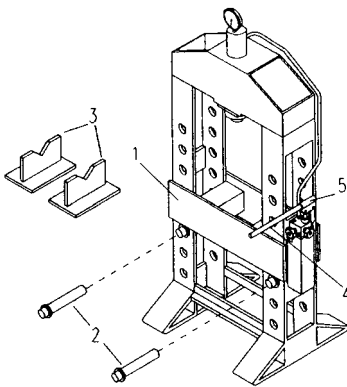

Bild 4: Darstellung der Presse
- Die Arbeitsplatte der Presse (**Pos. 1, Bild 4**) auf die gewünschte Höhe bringen, dabei erst eine Seite heben und einen der Bolzen (**Pos. 2, Bild 4**) in das gewünschte Loch des Pressenkörpers, der sich darunter befindet, einführen. Dann den gleichen Vorgang auf der anderen Seite durchführen.
- Die Prismen (**Pos. 3, Bild 4**) auf der Arbeitsplatte positionieren.
- Den Hebel (**Pos. 4, Bild 4**) betätigen, um den Kolben herunterzufahren, die Arbeit durchführen und dann den Kolben durch Drehen des Ablassventils wieder in Ausgangsposition (**Pos. 5, Bild 4**) bringen.